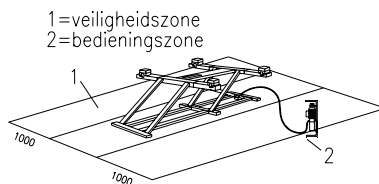

Fig.6
De veiligheidszone (Fig.6) wordt gedeeltelijk bepaald door de afmetingen van het te heffen voertuig.
Tijdens stijg- en daalbewegingen moet de bediener zich buiten de veiligheidszone (1) bevinden, zoals aangegeven in Fig.6. De aanwezigheid van personen in de veiligheidszone (2) is ten strengste verboden.